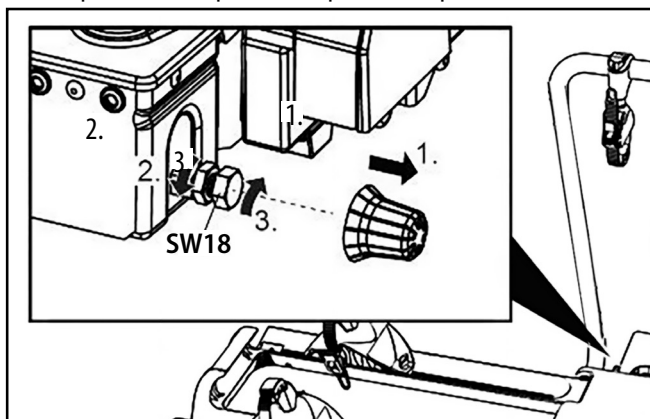

Figure 15: Réglage de la fermeture rapide
- Desserrez légèrement le contre-écrou (figure 15).
- Vissez la vis de réglage d'un quart de tour (figure 15).